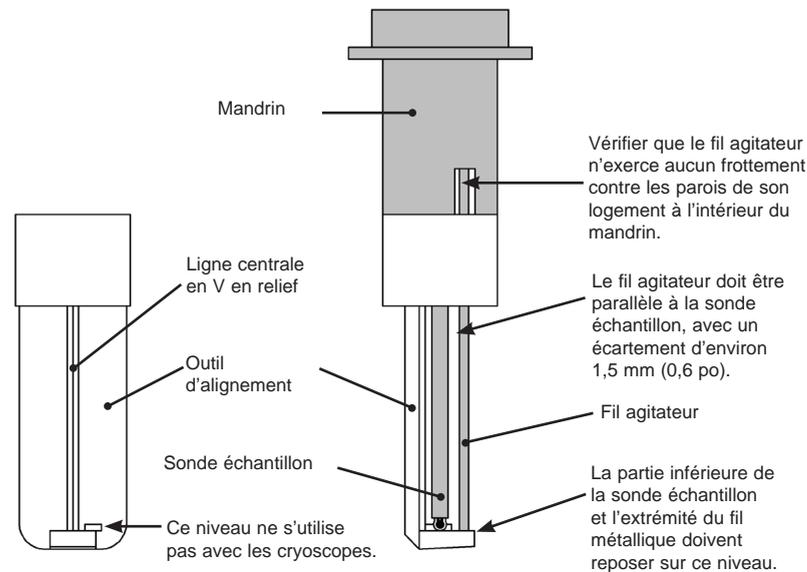

Figure 8 : Alignement de la sonde et du fil métallique agitateur/congélateur
Alignement de la sonde et du fil agitateur/congélateur avec un outil d'alignement (voir figure 8) :
1. Insérer l'outil fermement dans le mandrin, *extrémité arrondie en premier*, le fil agitateur/congélateur devant être positionné comme illustré en figure 8. Noter qu'avec les cryoscopes, l'outil doit être tourné à 90° de la position qu'il occupe pour les osmomètres.
3. Lorsque l'outil d'alignement est à fond au haut du mandrin, la partie inférieure de la sonde doit reposer sur le niveau principal, comme indiqué en figure 8. S'il faut procéder à un réglage vertical, desserrer en premier lieu la vis de blocage de la sonde et soulever ou abaisser la sonde dans son mandrin, selon les besoins, puis resserrer la vis de blocage de la sonde (tout serrage excessif aura pour effet de fissurer ou d'abîmer la mince paroi en plastique du mandrin). Revérifier la position de la sonde.
4. Vérifier et ajuster la position du fil agitateur/congélateur selon les instructions en figure 8.